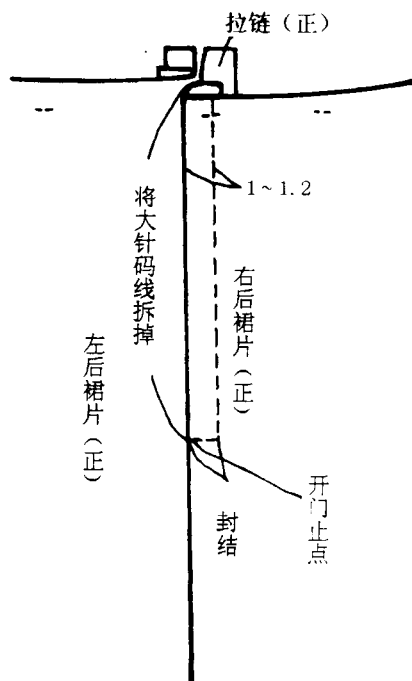

图2-8
8. 将右后裙片向右翻转,再使其正面向上,然后平行于后开门1至1.2cm宽车缝一道明线,止点处横向车缝来回针封结。最后将大针码线拆掉。见图2-8。